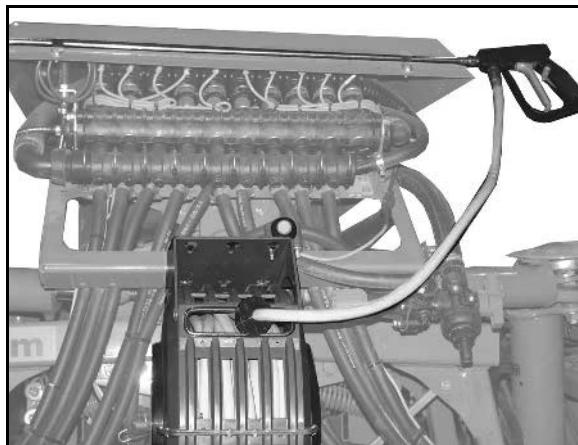

Fig. 143
- Rengør sugefilteret (Fig. 143) dagligt efter rengøringen af marksprøjten.
- Indfæt O-ringene nederst på sugefilteret (Fig. 143/4).
1. Løsn sugefilterets dækSEL (Fig. 143/2).
2. Tag dækSEL og sugefilter (Fig. 143/3) af og rengør disse med vand.
6. Løsn sugefilterets dæksel (Fig. 143/2).
7. Betjen aflastningsventilen på sugefilteret (Fig. 143/1).
8. Tag dæksel og sugefilter (Fig. 143/3) af og rengør disse med vand.